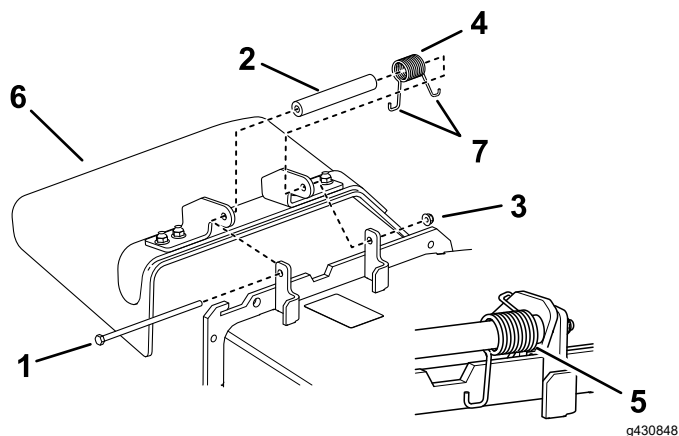

Figure 80
**Remarque:** Prenez soin de placer 1 extrémité en J du ressort derrière le bord du tablier avant de mettre le boulon en place, comme montré à la Figure 80.